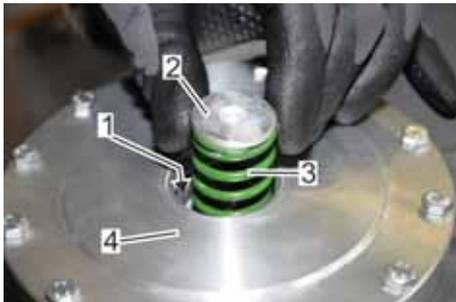

Abb. 126: Sollwertfeder mit Federteller aufsetzen
24. Die Sollwertfeder (Abb. 126/3) mit Federteller (Abb. 126/2) durch die Bohrung im Messwerkdeckel (Abb. 126/4) zentrisch auf den Membranteller (Abb. 126/1) aufsetzen.